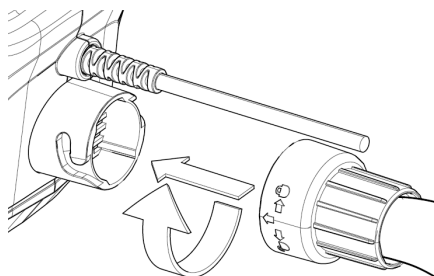
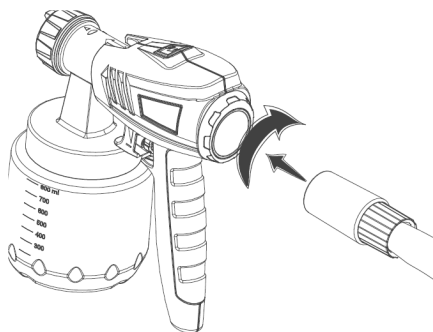

Рис. 1
Рис. 2
1. Присоедините воздушный шланг, плотно вставив его в соответствующие гнезда на корпусе компрессора (рис. 1) и на распылителе (рис. 2).